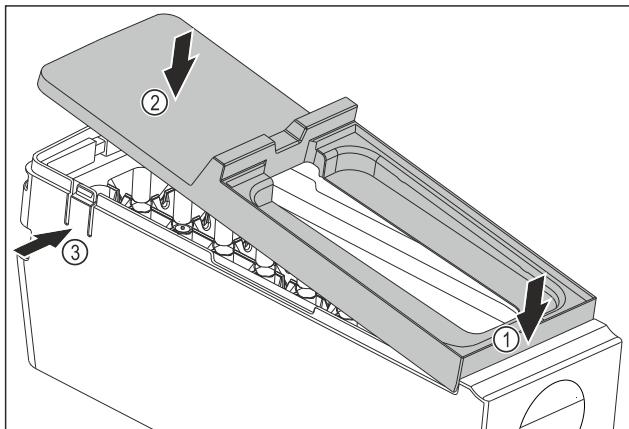

Fig. 77
- ▶ Montirajte poklopac tijela sustava EasyTwist-Ice: Postavite poklopac sprijeda. Fig. 77 (1)
- ▶ Spustite poklopac straga. Fig. 77 (2)
- ▶ Poklopac će se čujno uglaviti u oba jezička Fig. 77 (3).